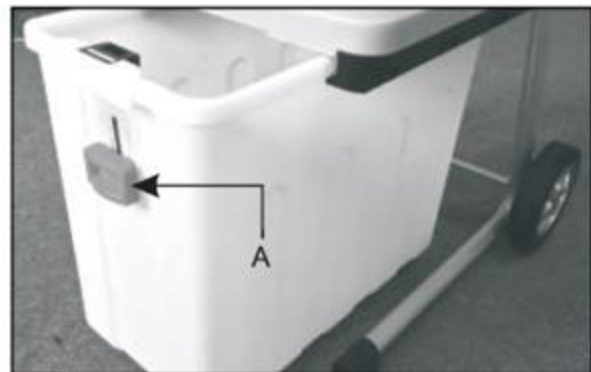

Fig. 2
1. Presser vers le bas le bouton de verrouillage (A) et insérer le bac de ramassage dans son réceptacle (Fig.2).
2. Remonter le bouton de verrouillage (A) totalement!
2. Presser vers le bas le bouton de verrouillage (A) (Fig.2).